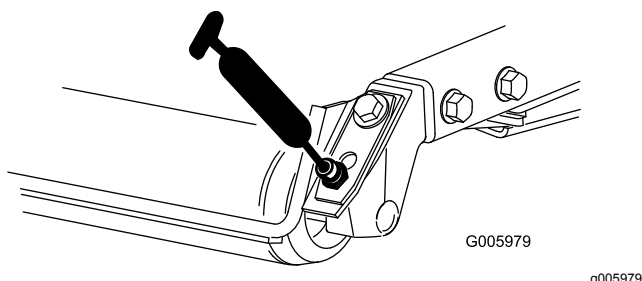

Figura 80
- Cuscinetti del rullo posteriore (2 per apparato di taglio) come illustrato nella Figura 80